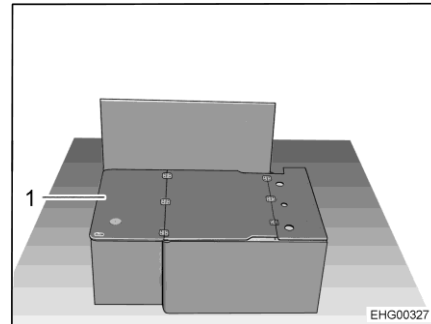

Fig. 33 Banquette longitudinale sans coussin
- Rabattre la planche (Fig. 33,1) de 180° et la poser sur le couvercle du coffre de banquette.